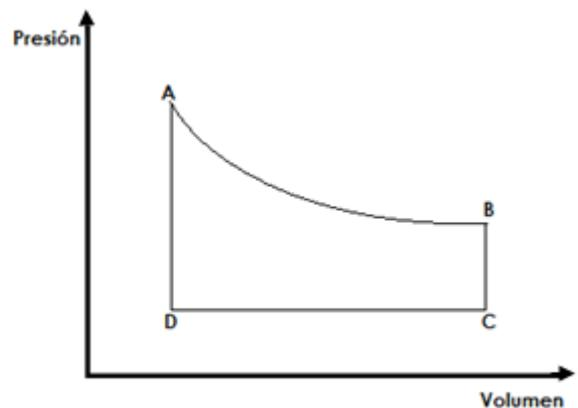

Figura 6
17. Considere un gas ideal que realiza el ciclo ABCDA. El proceso AB es a temperatura constante. En base al diagrama (figura 6), se interpreta que: